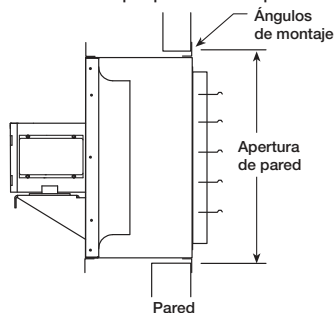
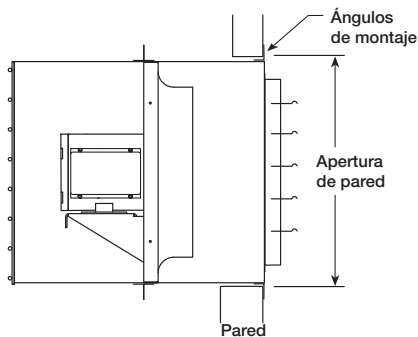
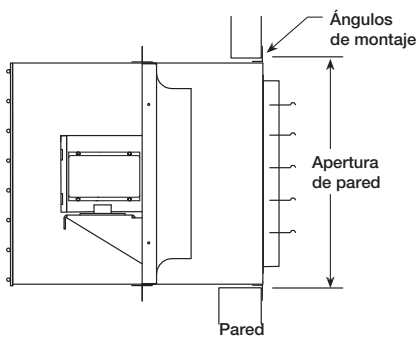

Figura 5 — Instalación de collar para pared
Figura 6 — Instalación de collar para pared y protecciones
Figura 7 — Instalación de carcasa para pared
1. Mueva el ventilador a la ubicación deseada y determine el modo en que el ventilador va a ser montado tal y como se muestra en las figuras 4, 5, 6 y 7. El collar para pared (figura 5), el collar para pared y protección (figura 6) o la carcasa para pared (figura 7) proporcionan unos medios convenientes para montar ventiladores de pared lateral.